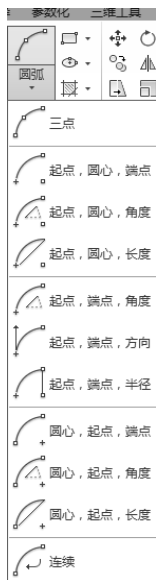

图 2-9 “圆弧”下拉菜单
- ☑ 功能区: 单击“默认”选项卡“绘图”面板中的“圆弧”下拉菜单(如图 2-9 所示)。